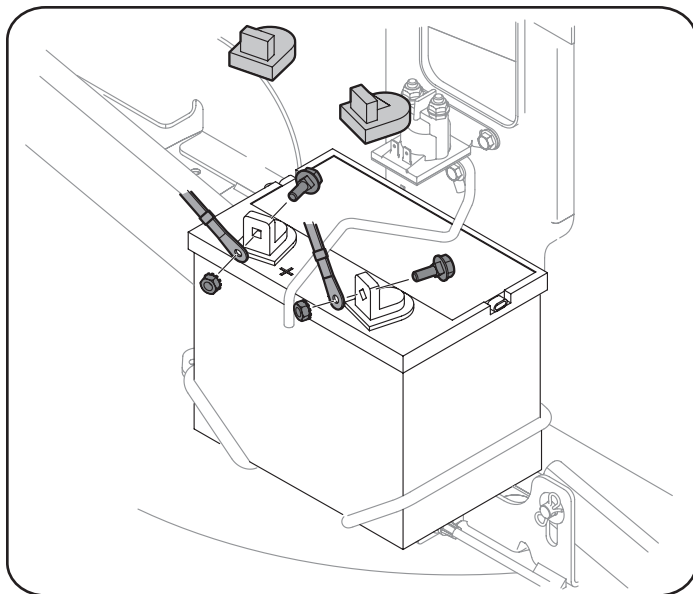

Figura 14
3. Retire la cubierta plástica, si es que está presente, del borne negativo de la batería y una el cable negro al borne negativo de la batería (-) con el otro perno y tuerca hexagonal usando la llave de 7/16 pulgadas y la llave de cubo. Vea la Figura 14.